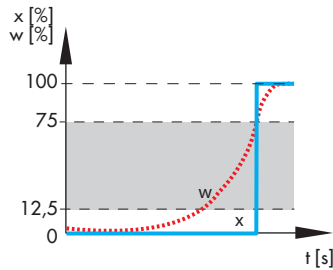
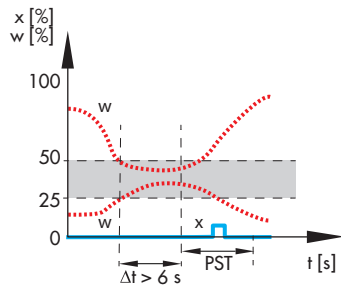

Bild 3: Diskrete Sollwertauswertung
Bild 4: Ablauf eines Sprungantworttests (PST)
Im Automatikbetrieb wird der Sollwert diskret ausgewertet, vgl. Bild 3. Abhängig von der Änderung des Sollwerts führt das Ventil einen Sprungantworttest (PST) durch, vgl. Bild 4.
- » Sollwert: Der Sollwert hat sich geändert, vgl. Bild 3.